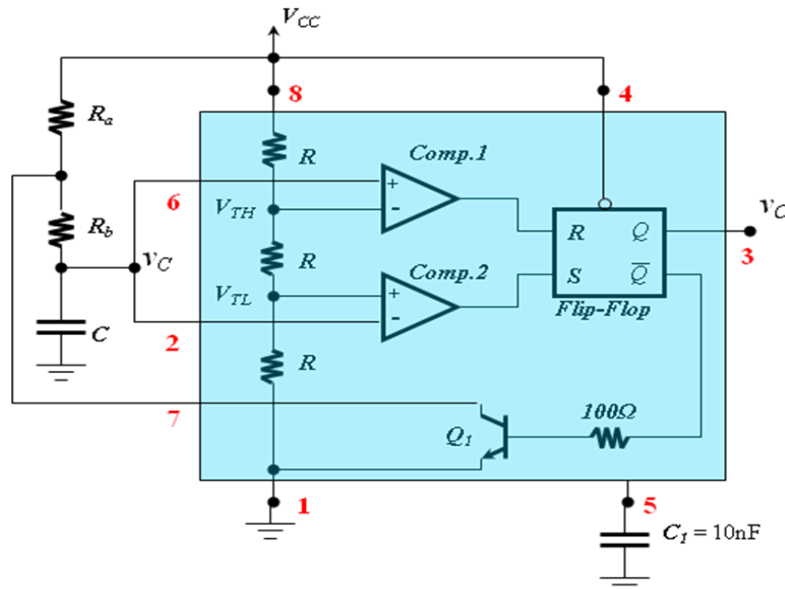

Figura 1.- Esquema elèctric del generador d'ona quadrada amb 555
- L1) En el primer muntatge, heu de aconseguir que el circuit de la figura 1 funcioni amb les especificacions que s'indiquen a la **taula 1**.